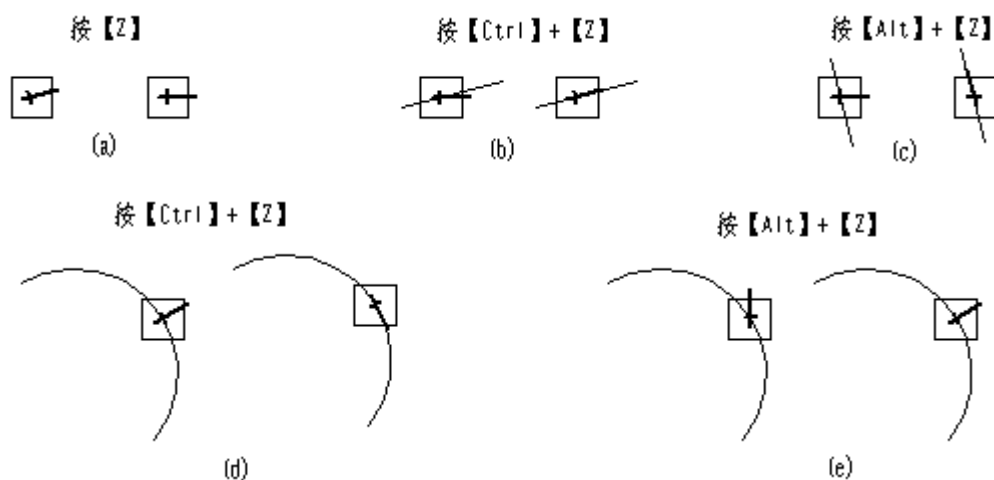

图 4.1-14
① 设置光标的绝对角度（即与 X 轴正向的夹角）：键入数据后按【A】，再按【F3】（【F4】），光标角度变为给定值（以水平向右处为 0 度）。
② 键入一数据，再按【F3】（【F4】），光标在原来的基础上逆（顺）时针转动给定角度。
① 按【T】，逆时针转 15°；按【Shift】+【T】顺时针转 15°；
② 按【D】，逆时针转 90°；按【Shift】+【D】顺时针转 90°；
③ 按【F】，转 180°；
6) 按【Z】，光标转至最近的水平或垂直方向上(如图 4.1-14(a))；
7) 按【Ctrl】+【Z】，光标转至与线相同的方向(如图 4.1-14 (b)、(d))。
8) 按【Alt】+【Z】，光标转至与线垂直的方向(如图 4.1-14(c)、(e))。